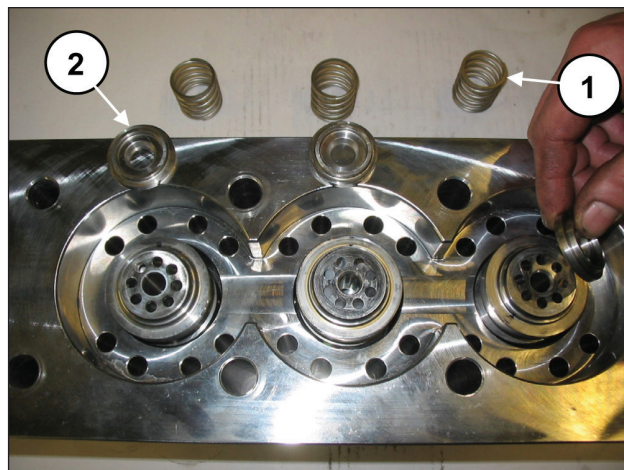

Рис. 103
В ходе демонтажа рубашек следите за тем, чтобы не потерять пружины клапана и плоские клапаны (поз. ① и ②, Рис. 103), поскольку они не заблокированы и могут выпасть.